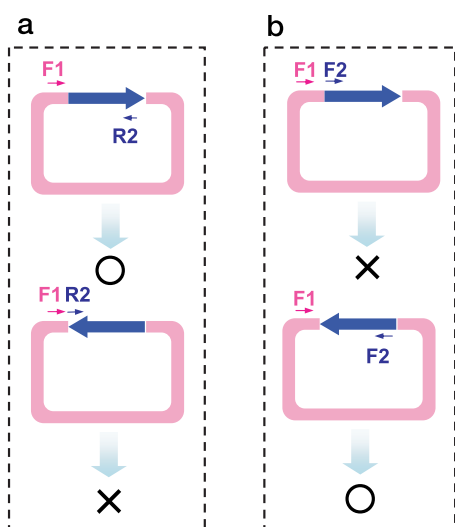

図3. PCRによる方向性の確認
0.5kbのPCRプロダクトをTAクローニングした後、図3に示した様々なプライマーの組み合わせを用いてコロニーダイレクトPCRを行いました。(R1はベクター上に設計したリバースプライマー)